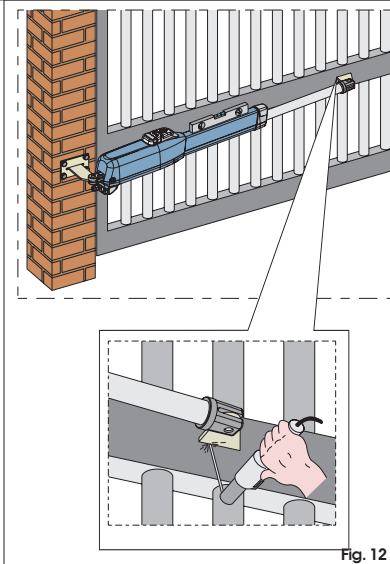

Fig. 12
- 9) Fermer le vantail et, en maintenant l'opérateur parfaitement horizontal, déterminer le point de fixation de la patte antérieure (Fig.12).
- 10) Fixer provisoirement la patte antérieure avec deux points de soudure (Fig.12).